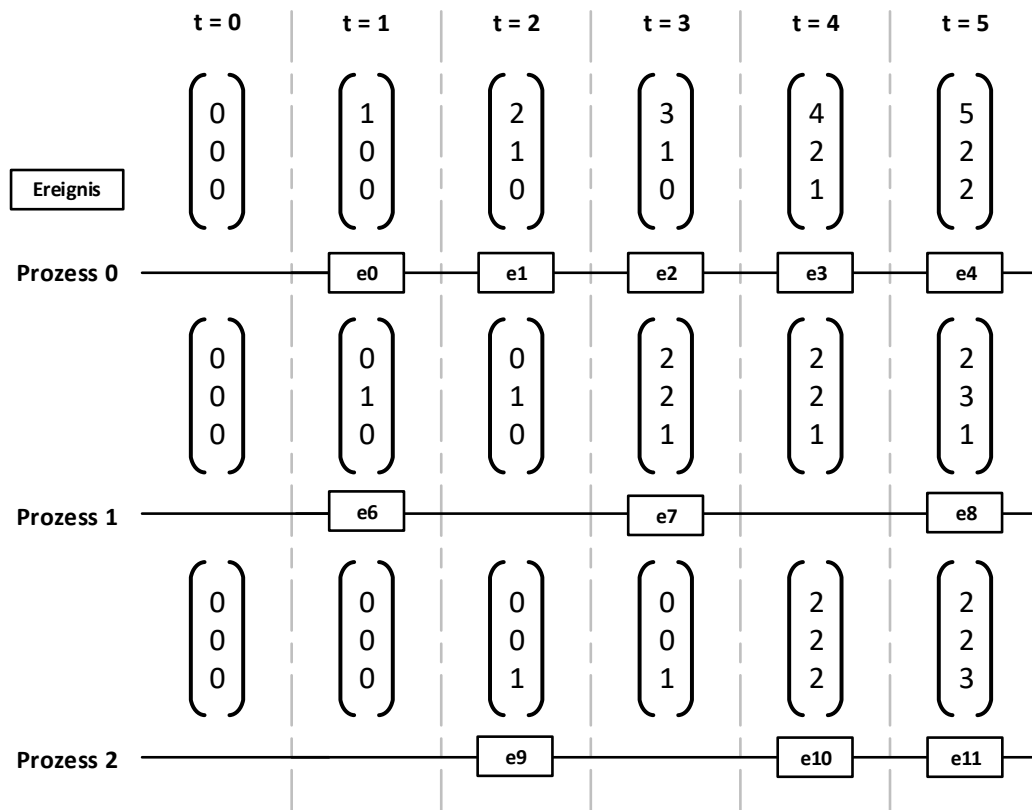

Abbildung 7: Vektoruhrsystem mit 3 Prozessen
a) Abbildung 7 zeigt ein Vektoruhrsystem mit 3 Prozessen aber ohne die Pfeile, die normalerweise die zeitlichen Beziehungen zwischen den Prozessen kennzeichnen. Ermitteln Sie die entsprechenden Informationen aus den Zeitvektoren und zeichnen Sie die Pfeile in die Abbildung ein.
b) Stimmt die Behauptung $C_2(e9) < C_0(e2)$ in Bezug auf das Vektoruhrsystem aus Abbildung 7? Bitte begründen Sie Ihre Antwort mathematisch.